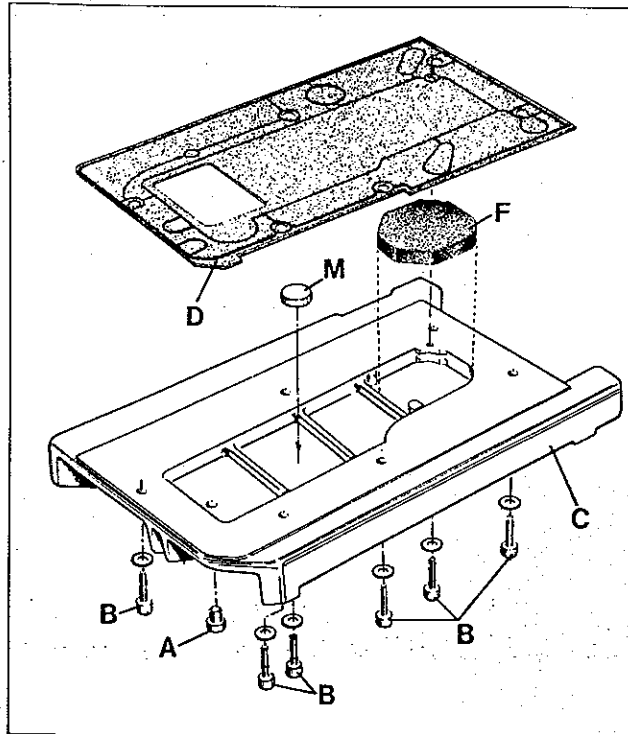

Fig.13
1. Drain the oil at plug screw (A, Fig. 13) in the bottom cover of the machine.
2. Unscrew the six screws (B, Fig. 13) for the bottom cover (C) and remove bottom cover and gasket (D).
3. Remove the magnet (M, Fig. 13), which accumulates metallic foreign materials, from the second oil sump chamber from the left in the bottom cover and clean it.
4. Remove the filter (F, Fig. 13) from the right oil sump chamber in the bottom cover and clean it in petroleum, or replace it by a new one (part No. 999-254 J).
6. Insert plug screw (A, Fig. 13) in the bottom cover, place the magnet (M) in the second from the left and the filter (F) in the right oil sump chamber.
7. Remount bottom cover with gasket. Make sure that the surfaces on machine bed and bottom cover for the gasket are absolutely clean! Torque the six screws (B, Fig. 13) carefully to 22,6 - 23,1 Nm (200 - 205 in.lbs.).
1. Lassen Sie das Öl an der Verschlussschraube (A, Fig. 13) in der Grundplatte der Maschine ab.
2. Entfernen Sie die sechs Befestigungsschrauben (B, Fig. 13) für die Grundplatte (C) und nehmen Sie Grundplatte und Dichtung (D) ab.
3. Nehmen Sie den Magneten (M, Fig. 13), der die Aufgabe hat, metallische Fremdkörper anzuziehen, aus der zweiten Ölsumpfkammer von links in der Grundplatte und reinigen Sie ihn.
4. Nehmen Sie den Filter (F, Fig. 13) aus der rechten Ölsumpfkammer der Grundplatte und reinigen Sie ihn in Petroleum, oder verwenden Sie einen neuen Filter (Teil Nr. 999-254 J).
6. Drehen Sie die Verschlussschraube (A, Fig. 13) in die Grundplatte, legen Sie den Magneten (M) in die zweite von links und den Filter (F) in die rechte Ölsumpfkammer.
7. Montieren Sie die Grundplatte mit Dichtung wieder. Beachten Sie, daß die Auflageflächen für die Dichtung, am Gehäuse und an der Grundplatte, absolut sauber sein müssen! Ziehen Sie die sechs Befestigungsschrauben (B, Fig. 13) mit einem Drehmoment von 22,6 bis 23,1 Nm sorgfältig an.